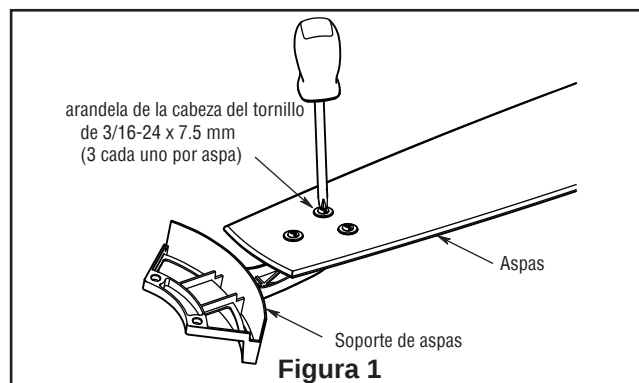

Figura 1
- ☐ 1. Retire uno de los dos tornillos de reborde de la abrazadera para colgar. Afloje el segundo tornillo de reborde sin retirarlo del todo. Ensamble la base girando el chavetero de la base sobre el tornillo de reborde de la abrazadera para colgar. Ajuste el tornillo de reborde. Ensamble por completo el segundo tornillo de reborde que antes había retirado y ajústelo. (Figura. 1)
1. Coloque el aspa sobre el soporte de aspas con los pilotes roscados a la vista. Asegúrese de que la parte inferior del aspa se encuentre bien apoyada sobre el soporte. Con un destornillador Phillips, fije los tornillos con cabeza de arandela de 3/16-24 x 7.5 mm para asegurar la placa en el brazo de sujeción de las palas. (Figura 1).